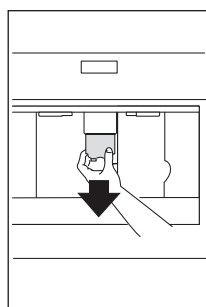

Rys. 15
- ▶ Urządzenie jest ustawione na przyrządzenie kawy o normalnym smaku. Możesz wybrać kawę bardzo łagodną, łagodną, normalną, mocną i bardzo mocną. Aby wybrać preferowaną moc kawy, naciśnij kilka razy ikonę ☉ (B4) (Rys. 15). Wyświetli się wybrany smak kawy.